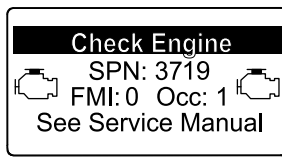

Figura 47
- Advertencia del motor SPN 3719, FMI: 0 (Figura 47)